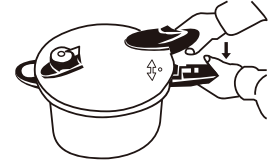

fig. 5
2. Presione ligeramente sobre la tapa y gírela en el sentido de las agujas del reloj hasta que las dos asas queden al mismo nivel (fig. 5).